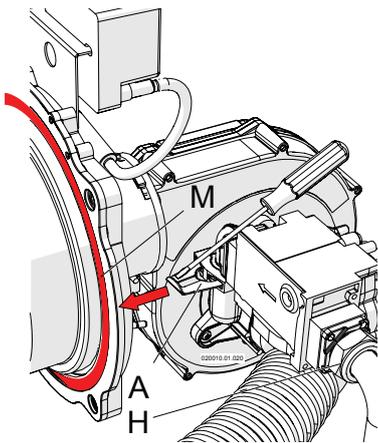
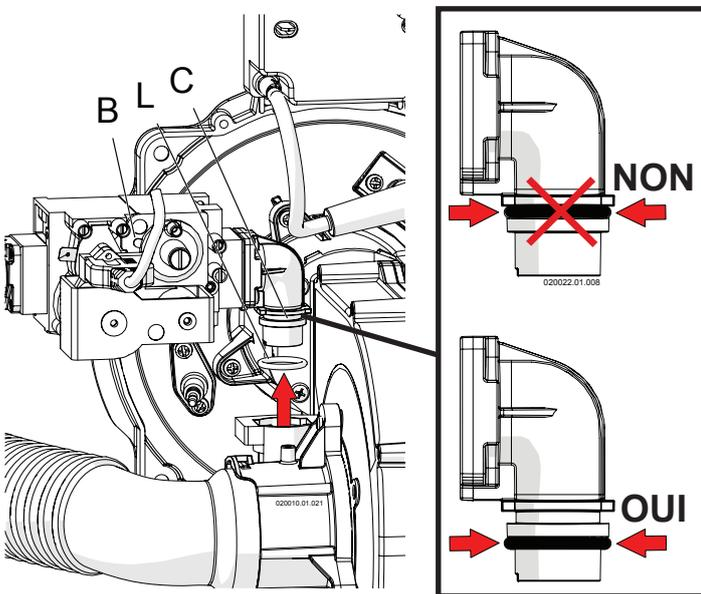

Figure 13-2 - Démontage de la soupape du gaz
Figure 13-3 - Levage de la soupape du gaz
- 4 - Dévisser le raccord «H» sur la figure 13-2 ;
- 5 - A l'aide d'un tournevis retirer la fourche «A» sur la figure 13-2 ;
- 6 - Retirer la soupape du gaz avec le raccord «C» comme sur la figure 13-3 (en faisant attention au joint torique «L» sur la figure 13-3) ;
- 8 - Réinstaller la soupape du gaz en faisant attention à la bonne position du joint torique «L» indiqué sur la figure 13-3 et au joint du raccord «H» sur la figure 13-2 ;
- 10 - Serrer le raccord «H» indiqué sur la figure 13-2 ;
- 12 - Vérifier qu'il n'y a pas de fuites par le raccord «H» indiqué sur la figure 13-2 ;